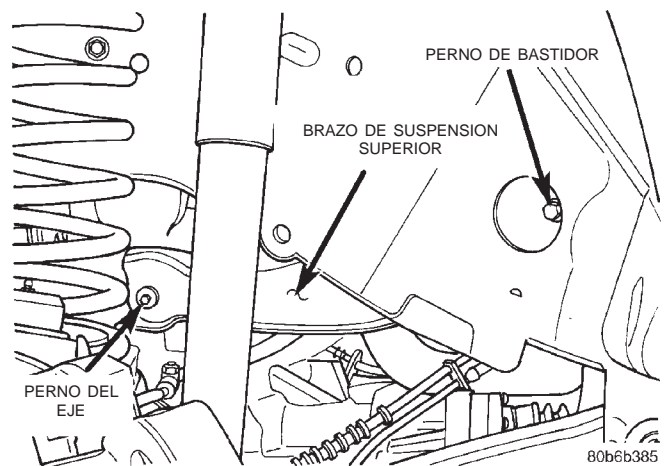

Fig. 10 Brazo de suspensión superior
- (1) Eleve el vehículo y apoye el eje.
- (2) Retire la tuerca y perno del brazo de suspensión superior (Fig. 10) del soporte del eje.
- (3) Retire la tuerca y perno (Fig. 10) situados en el larguero de bastidor y retire el brazo de suspensión superior.